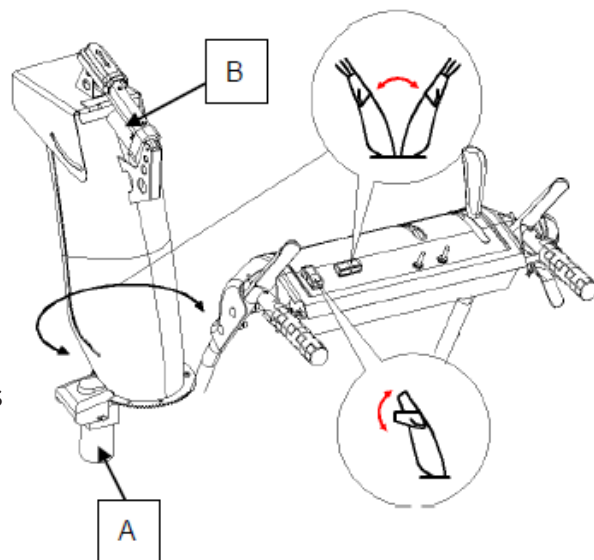

Figure 9
1. Appuyez sur l'interrupteur de rotation de la goulotte en position HAUT et maintenez-le enfoncé pour faire pivoter la goulotte vers la gauche (voir A, Figure 9).
1. Appuyez sur l'interrupteur du déflecteur de goulotte en position HAUT et maintenez-le enfoncé pour fournir un jet plus élevé et une plus grande distance (voir B, Figure 9).